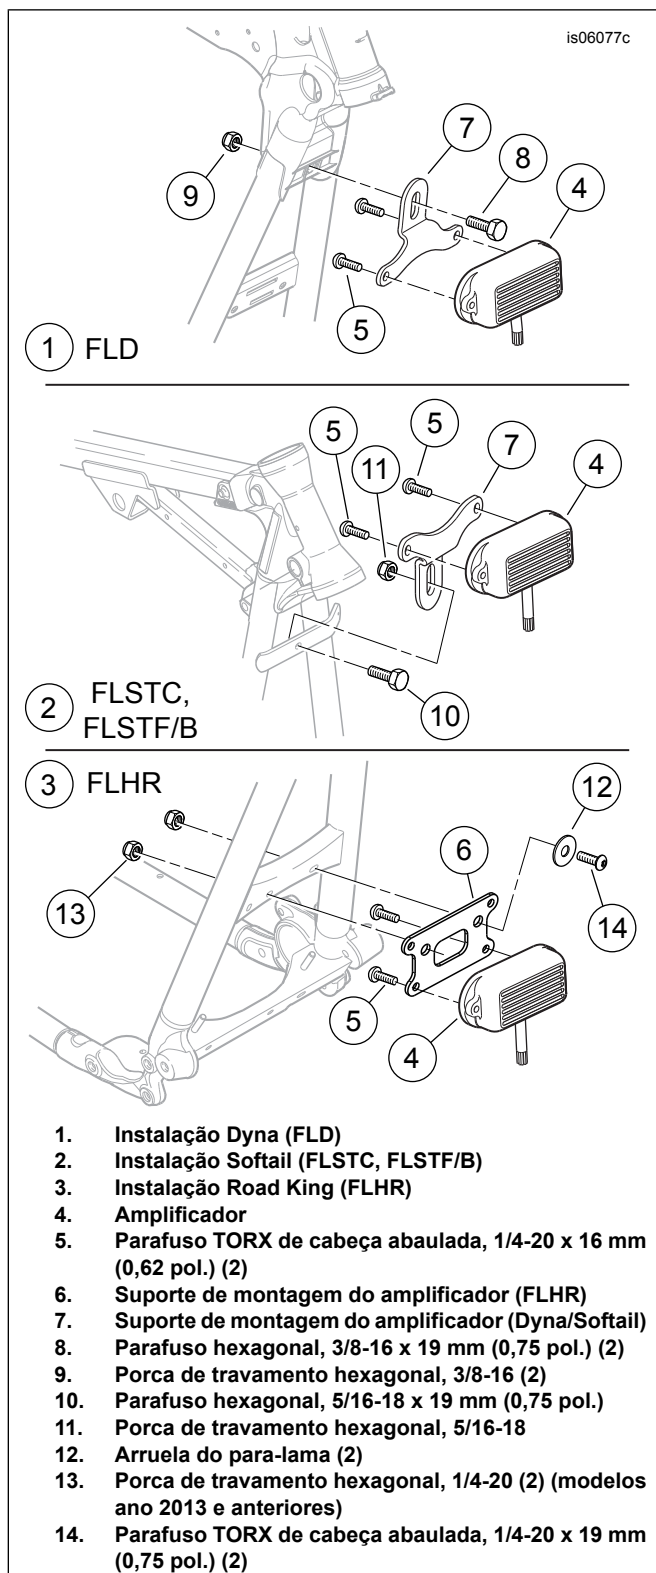

Figura 1. Instalação do amplificador e suporte
2. Veja Figura 1. Instale o amplificador (4, parte do conjunto do chicote de fios) no suporte com os parafusos (5) e aperte com torque de 7,4 N·m (65 in-lbs).
- **Para os modelos Dyna:** Selecione um parafuso (11) e uma porca de travamento (12) do kit.
- **Para os modelos Softail:** Selecione um parafuso (13) e uma porca de travamento (14) do kit.
- **Para os modelos Road King:** Selecione dois parafusos (17), duas arruelas (15) e duas porcas de travamento (16) do kit.
4. Veja Figura 1. Instale o amplificador e o suporte no travessão do quadro entre os tubos descendentes dianteiros.